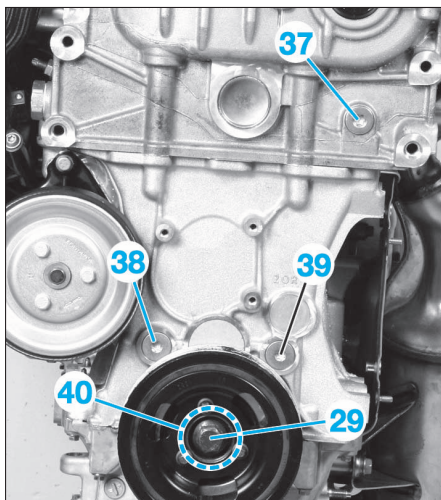

FIG. 16
• Déposer les vis (37), (38), (39), (29) et le moyeu de vilebrequin (40) (Fig.16).
Remplacer systématiquement la vis (29) (Fig.16).